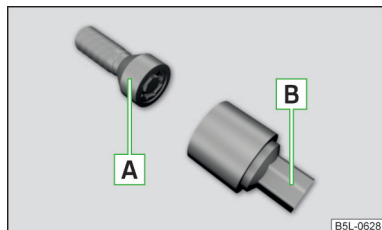

Рис. 183
Протиугінні колісні болти захищають колеса від викрадення. Тільки за допомогою перехідника [В] можна » Рис. 183 **відкручувати/затягувати** протиугінні колісні болти.
- » Встановіть перехідник [В] » Рис. 183 до упору на протиугінний колісний болт [А].
- » Вставте колісний ключ до упору на колісний болт. Застосовуйте для протиугінних колісних болтів відповідний перехідник » Рис. 183 на стор. 162.